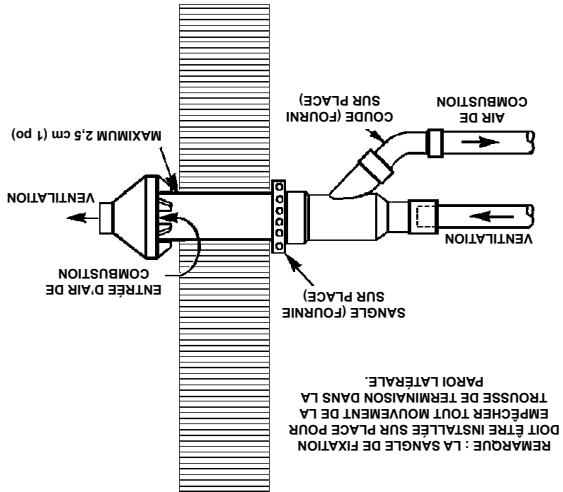

FIGURE 29.
7. Cimentez les tuyaux d'air de combustion et de ventilation du chauffe-eau à l'ensemble terminaison de ventilation concentrique. Voir Figure 29 pour un raccordement de tuyau approprié.